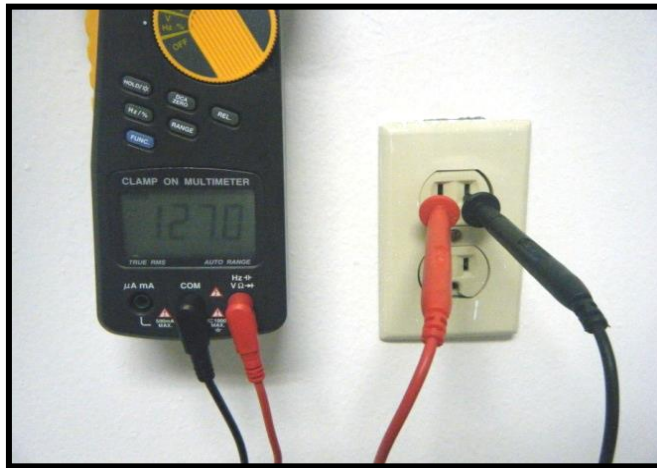

Figura 3.6. Medición de la fuente de tensión.
6. Mide la tensión de la fuente como se muestra en la *figura 3.6*.